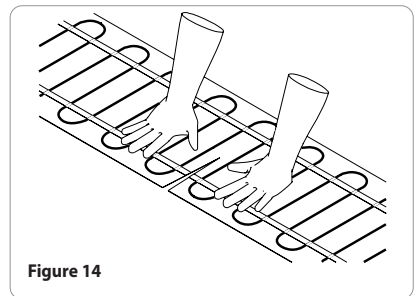

Figure 14
- Si des ondulations surviennent dans le treillis, pratiquer une entaille au centre de la partie ondulée du treillis et aplatir les rebords (figure 14).